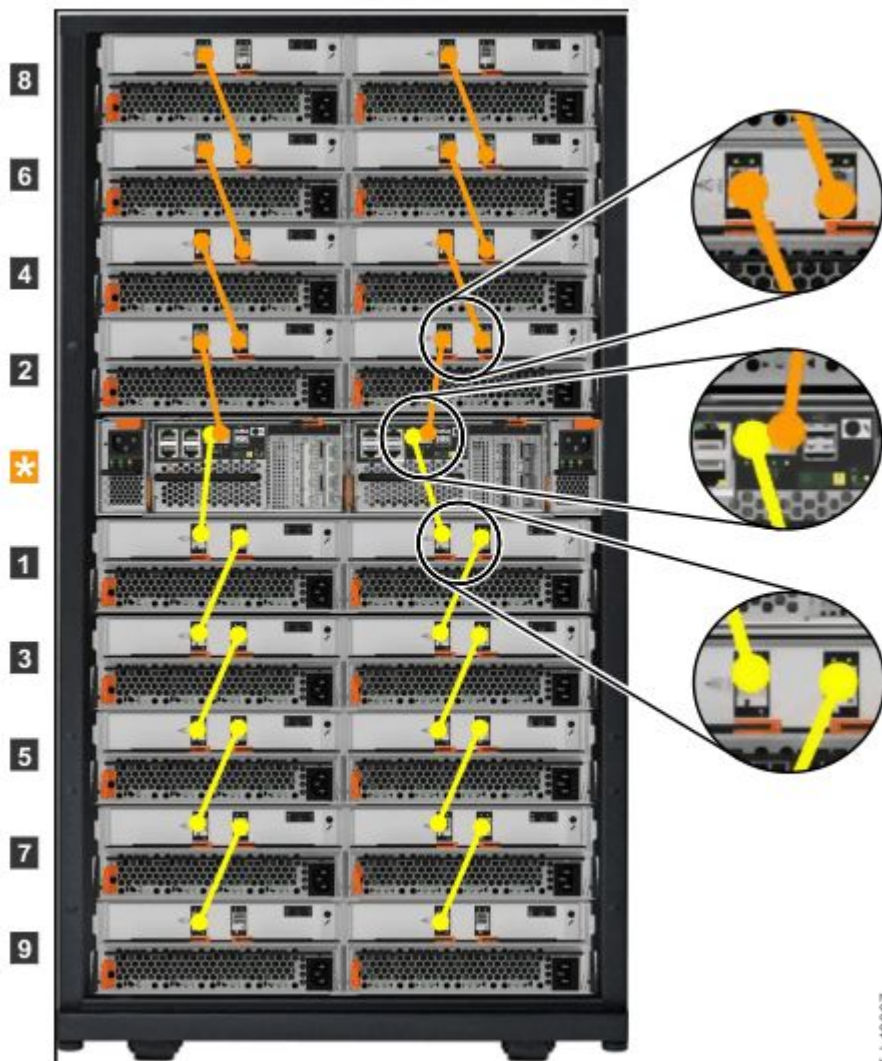

图 20. 连接 SAS 电缆
**步骤 1.** 使用提供的 SAS 电缆将控制机柜连接到位于机架位置 1 的扩展机柜，如第 22 页图 20 “连接 SAS 电缆”中所示。
步骤 2. 要将第二条扩展机柜链添加到控制机柜中，请使用提供的 SAS 电缆将控制机柜连接到机架位置 2 中的扩展机柜。请参阅第 22 页图 20 “连接 SAS 电缆” 以获取示例。
步骤 3. 如果安装了其他扩展机柜，请将每个扩展机柜连接到链中的前一个扩展机柜；使用两根用于迷你 SAS HD 间连接的电缆，如第 22 页图 20 “连接 SAS 电缆” 中所示。